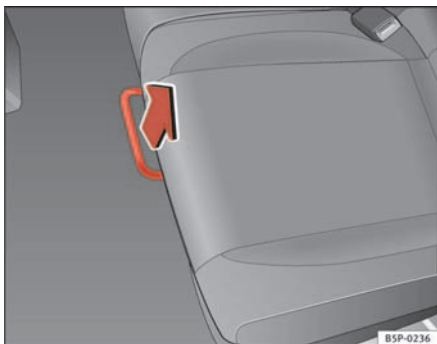

Abb. 95 Entriegelungsstange für den Rücksitz
- Entriegeln Sie den Hebel in sitzender Position in Richtung des Pfeils ⇒ Abb. 95.